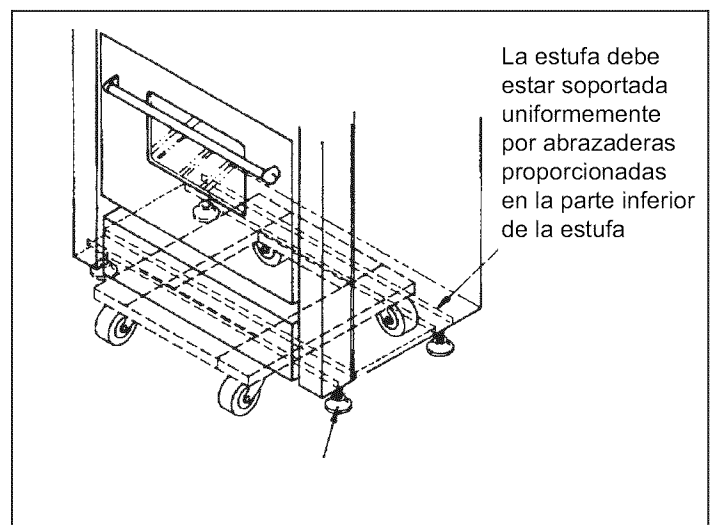

Figura 5: Colocar la carretilla
- Debido al peso se debe usar una carretilla con ruedas suaves para transportar esta unidad. El peso debe quedar soportado uniformemente sobre la parte inferior. (Vea Figura 5).